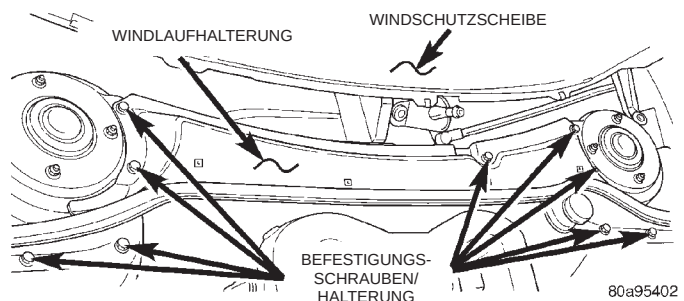

Abb. 29 Windlaufhalterung
- (5) Windlaufhalterung demontieren (Abb. 29).